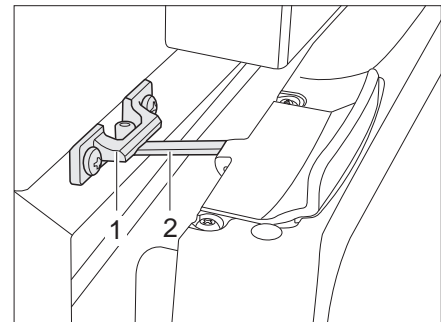

Bild 251 Kälteboxtür in Lüftungsstellung (Thetford)
- Verriegelung (Bild 251,2) aufklappen und in der Verriegelungsaufnahme (Bild 251,1) einrasten. Die Kälteboxtür bleibt damit leicht geöffnet.